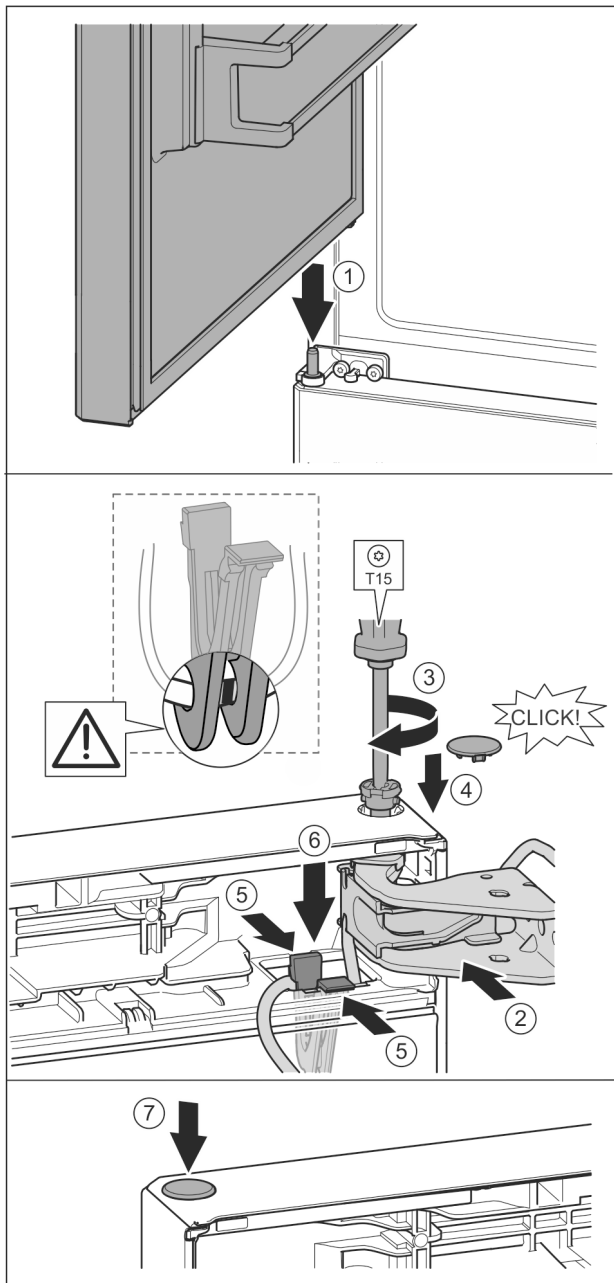

Fig. 36
- ▶ A felső ajtót helyezze a középső csapszetre Fig. 36 (1)
- ▶ Fent igazítsa a csapágybak nyílásához az ajtót. Fig. 36 (2)
- ▶ Helyezze be a csapot, és a T15 csavarhúzóval húzza meg. Fig. 36 (3)
- ▶ Az ajtó biztosítása érdekében szerelje fel a biztonsági fedelet. Helyezze fel a biztonsági fedelet, és ellenőrizze, hogy felfekszik-e az ajtóra. Egyébként a csapszeget teljesen helyezze be. Fig. 36 (4)
- ▶ Helyezze a nyílásba a tartót a rárögzített vezetékkel együtt. Fig. 36 (5)
- ▶ Nyomja lefelé a fedőlemezt, míg be nem pattant a fedőlemez. Fig. 36 (6)
- ▶ Helyezze be a dugót. Fig. 36 (7)